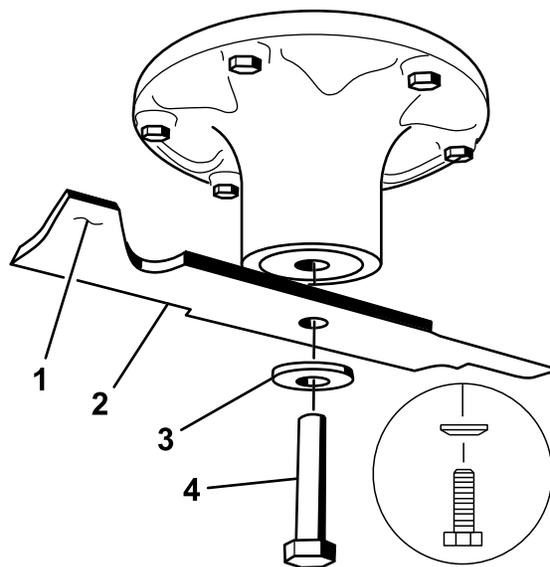

Figure 66
2. Enlevez de l'axe, le boulon, la rondelle bombée et la lame (Figure 66).
1. Placez la lame sur l'axe (Figure 66).
2. Montez la rondelle élastique et le boulon de lame en orientant le cône de la rondelle vers la tête du boulon (Figure 66).